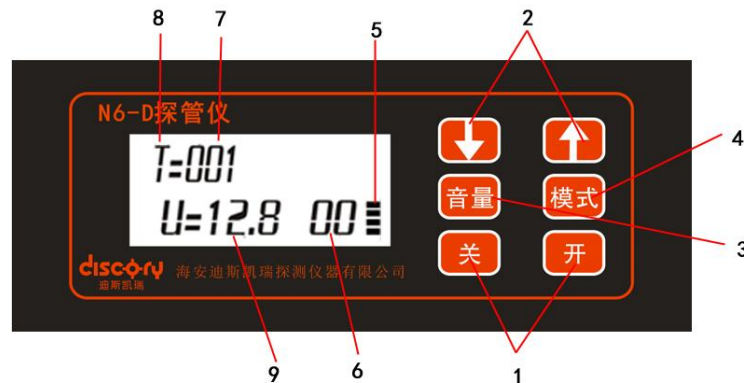

图 2 探管仪面板示意图
2、探管仪：探管仪和探杆配合使用，用于探测管道的位置、走向、深度，评估防腐层绝缘电阻。其功能示意如图 2 所示。